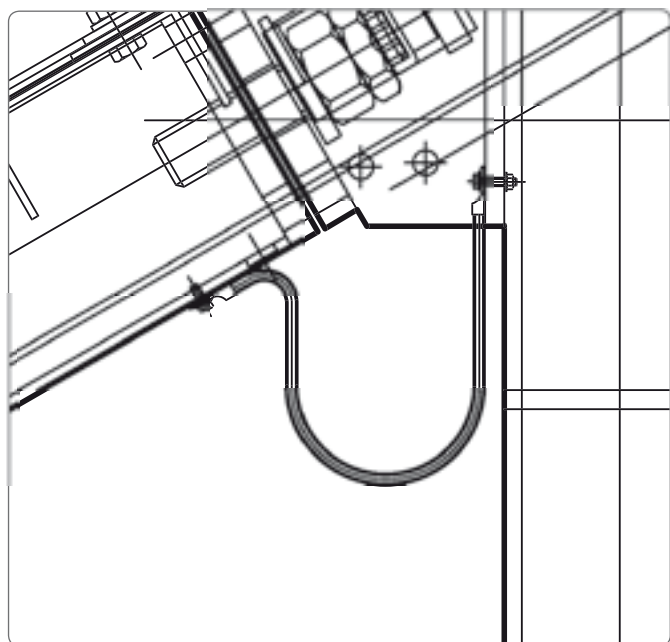

Abb. 2.2: Erdungsband (l=300mm) Schwenkrohr und oberes Lager
1. Das Erdungsband wird mittels zweier Schrauben M8 an der Dreieckstütze und dem Schwenkrohr befestigt (siehe Abb. 2.2).